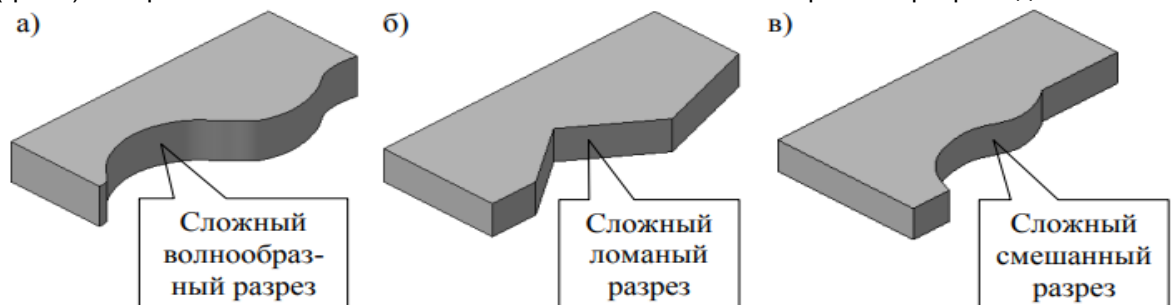

Рис. 11
б) Массив сквозного отверстия по концентрической сетке Рис. 11 Сложный волнообразный разрез
88. Какие из представленных на рис. 11 трехмерных моделей детали можно отредактировать в системе КОМПАС-3D при помощи операции Зеркально отразить тело, расположенной на Панели инструментов Редактирование детали, путем указания в качестве плоскости симметрии любого сегмента (грани) поверхности отсечения сложного ломанного или волнообразного разреза детали?
а) Детали представленные на рис. 11, а и б;
б) Детали представленные на рис. 11, б и в;
в) Детали представленные на рис. 11, а и в;
г) Детали представленные на рис. 11, а, б и в;